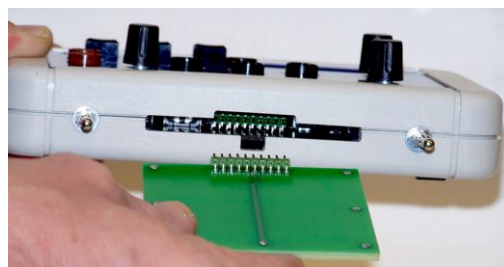

Fig. 5 Inserção da placa condutora
- Inserir a placa condutora na recepção do aparelho básico até que os pinos de contato estejam inseridos na tomada múltipla. Nisto prestar atenção na orientação correta da placa condutora (ver Fig. 5).